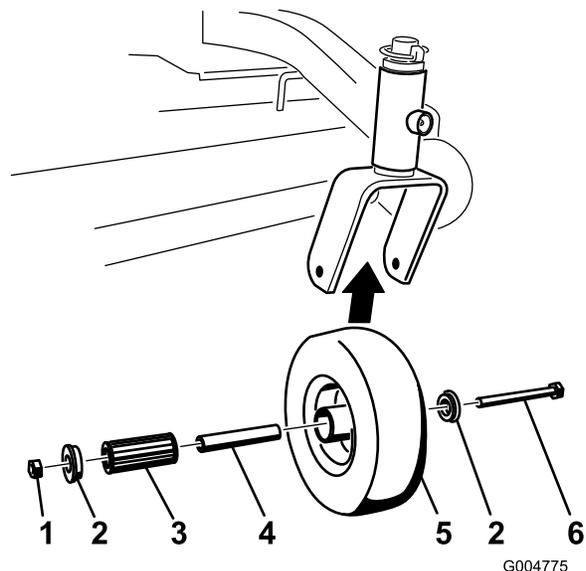

Figure 39
2. Enlevez 1 bague, puis sortez la douille pour clé et le roulement à rouleaux du moyeu de roue (Figure 39).
3. Enlevez l'autre bague du moyeu, puis nettoyez la graisse et les saletés éventuellement présentes dans le moyeu (Figure 39).
**Remarque:** Remplacez les pièces endommagées ou usées (Figure 39).
**Remarque:** Lubrifiez le roulement à rouleaux et la douille pour clé, et insérez-les dans le moyeu. Mettez la deuxième bague dans le moyeu (Figure 39).
**Remarque:** Serrez le contre-écrou jusqu'à ce que la base de la douille pour clé soit en appui contre l'intérieur de la fourche (Figure 39).
1. Enlevez le contre-écrou et le boulon de fixation de la roue pivotante à la fourche (Figure 39).